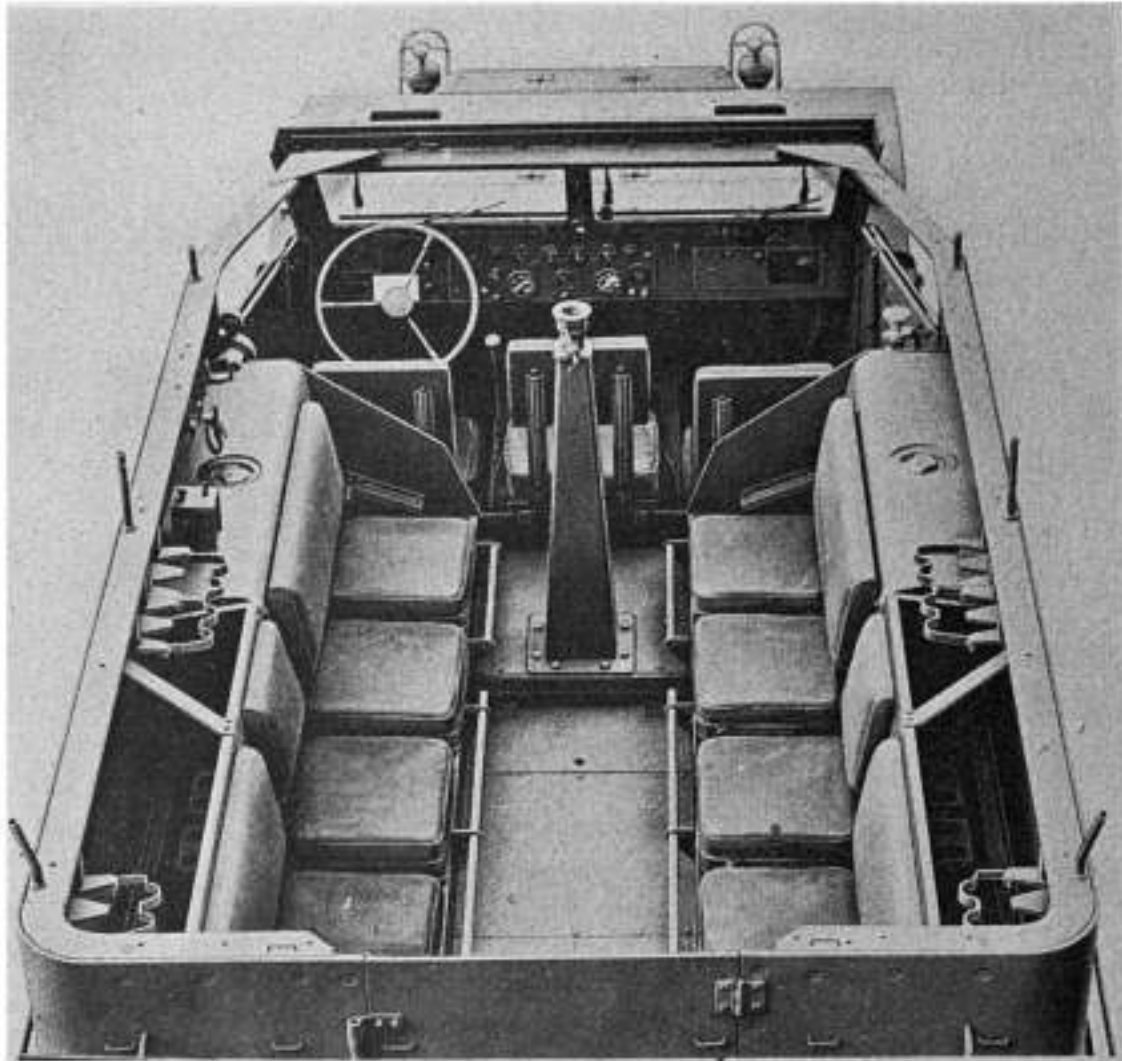

FIGURE 1.—Autochenille de transport de personnel M5—vue du dessus.
*b. Autochenille de transport de personnel M5.*—Ce véhicule est reproduit aux figures 1, 2 et 3. Il est caractérisé par la disposition des sièges pour un équipage de 13 hommes, par un affût sur piédestal, ainsi que par la présence d'une porte arrière. Il comporte trois sièges de conducteur et dix autres sièges disposés en deux rangées, de 5 sièges chacune, placées dans le sens de la longueur.